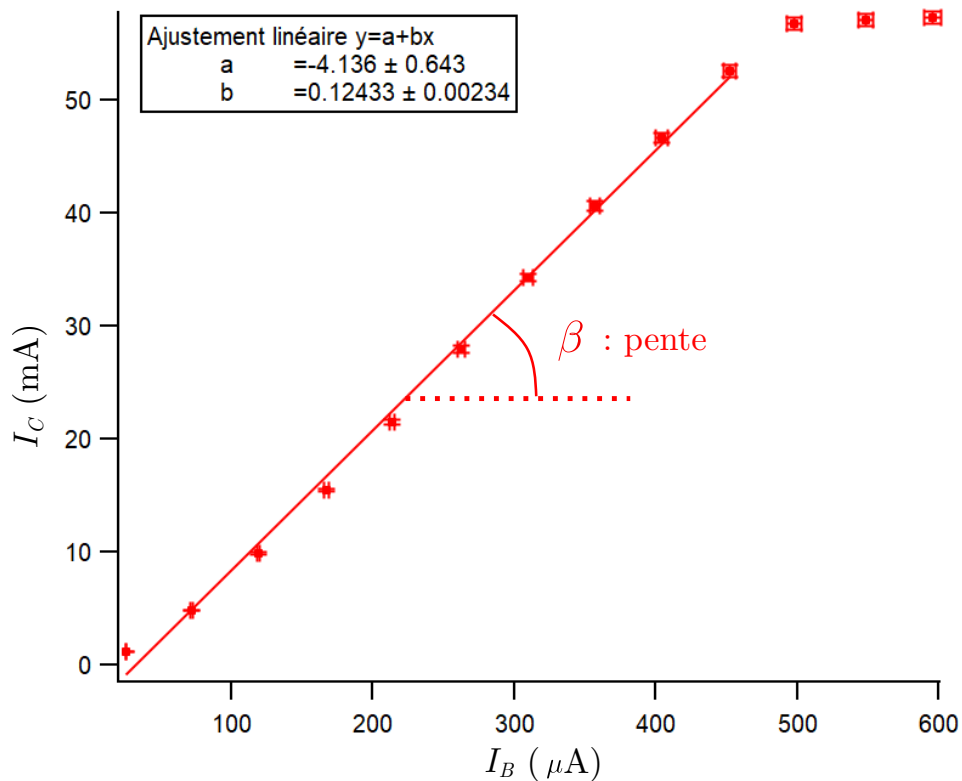

FIGURE 4 – Mesure du coefficient d'amplification β d'un transistor NPN.
- La courbe $I_C = f(I_B)$, représentée figure 4, a été prise entièrement en préparation. En live, on ne prendra qu'un seul point, par soucis de temps. On distingue deux régimes : un régime linéaire où I_B et I_C sont proportionnels selon une loi que l'on peut ajuster à partir des mesures :